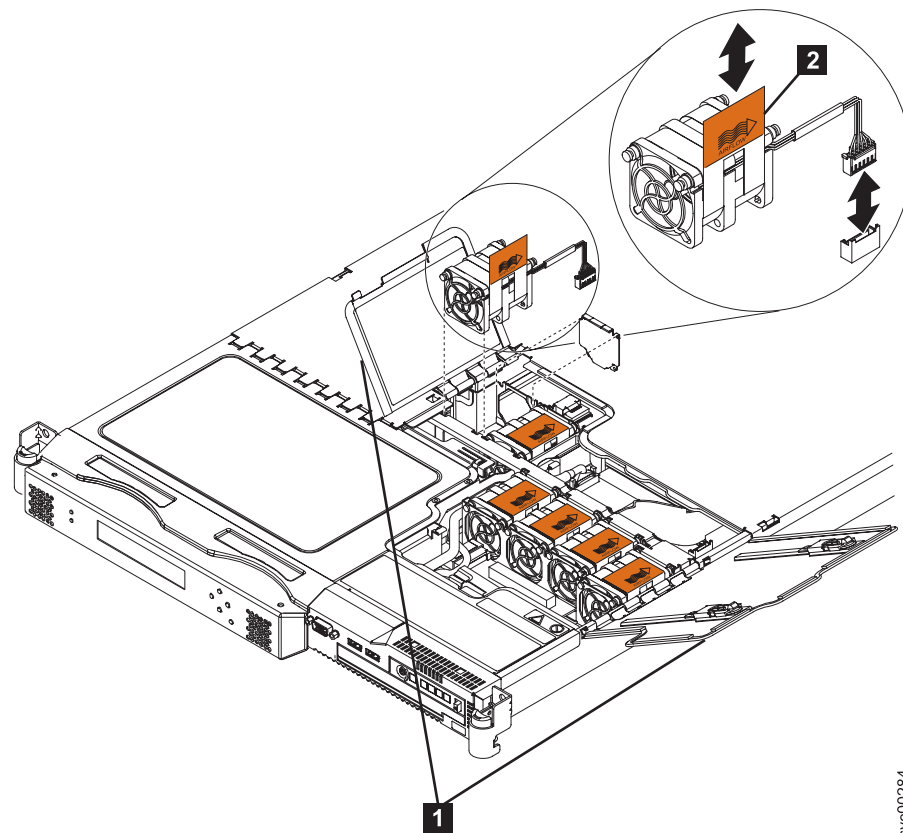

図 222. SAN ボリューム・コントローラー 2145-8G4 ファン・ドア、ロケーション、およびコネクタ
1. 取り外したファンと同じ位置に、新しいファンを配置します。オレンジ色のタブ (図 222 の **2**) 上の排気インディケーターがノードの背面を向いていることを確認します。